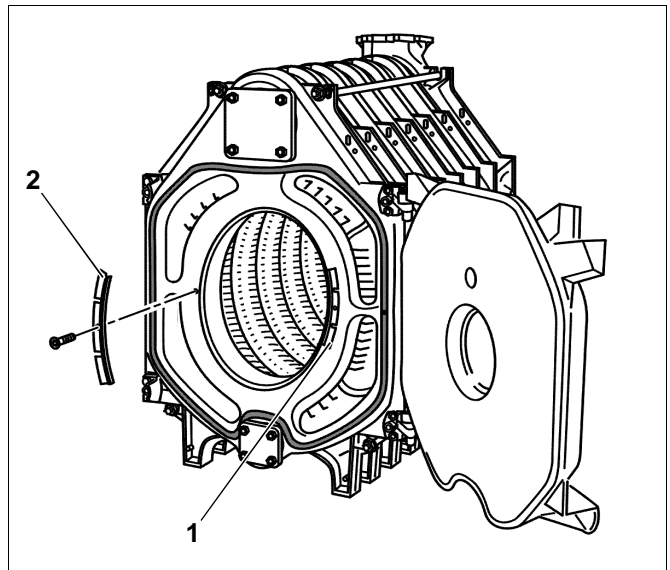

Fig. 30 Posizione delle piastre d'arresto dei gas scaldanti
Le piastre d'arresto dei gas scaldanti (fig. 30, pos. 1 e 2) sono avvitate di fabbrica, ciascuna con una vite ad incasso esagonale, all'elemento anteriore.